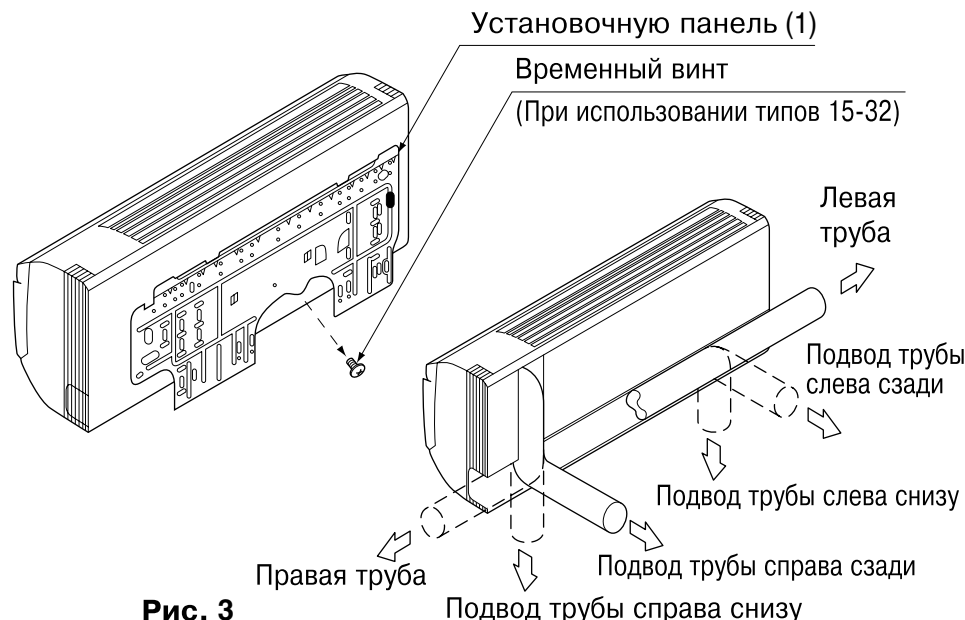

Рис. 3
(1) Откройте отверстие для трубопровода.
- Трубопровод для хладагента и дренажную трубу можно вывести в 6 направлениях: слева, снизу слева, сзади слева, справа, снизу справа и сзади справа. (См. рис. 3)
- С использованием бумажного шаблона для монтажа (3) выберите направление для вывода трубопроводов и проделайте отверстие (φ80) в стене. Проделайте отверстие таким образом, чтобы обеспечить наклон дренажного трубопровода в нисходящем направлении. (См. раздел “ 6. РАБОТА С ДРЕНАЖНЫМ ТРУБОПРОВОДОМ”)
(2) Снимите установочную панель (1) с блока и прикрепите его к стене.
(Установочная панель временно прикреплена к блоку при помощи винта. (При использовании типов 15-32)) (См. рис. 3)